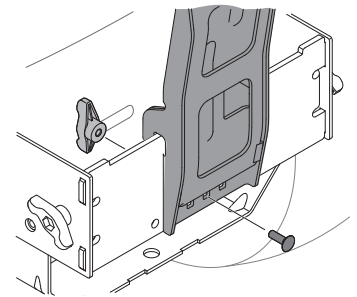

Figure 6
3. Fixez le support vertical à l'ensemble de montage avec un boulon de carrosserie (710-0276) et un écrou papillon (720-04122) de l'ensemble de quincaillerie 689-02364. Voir Figure 6.